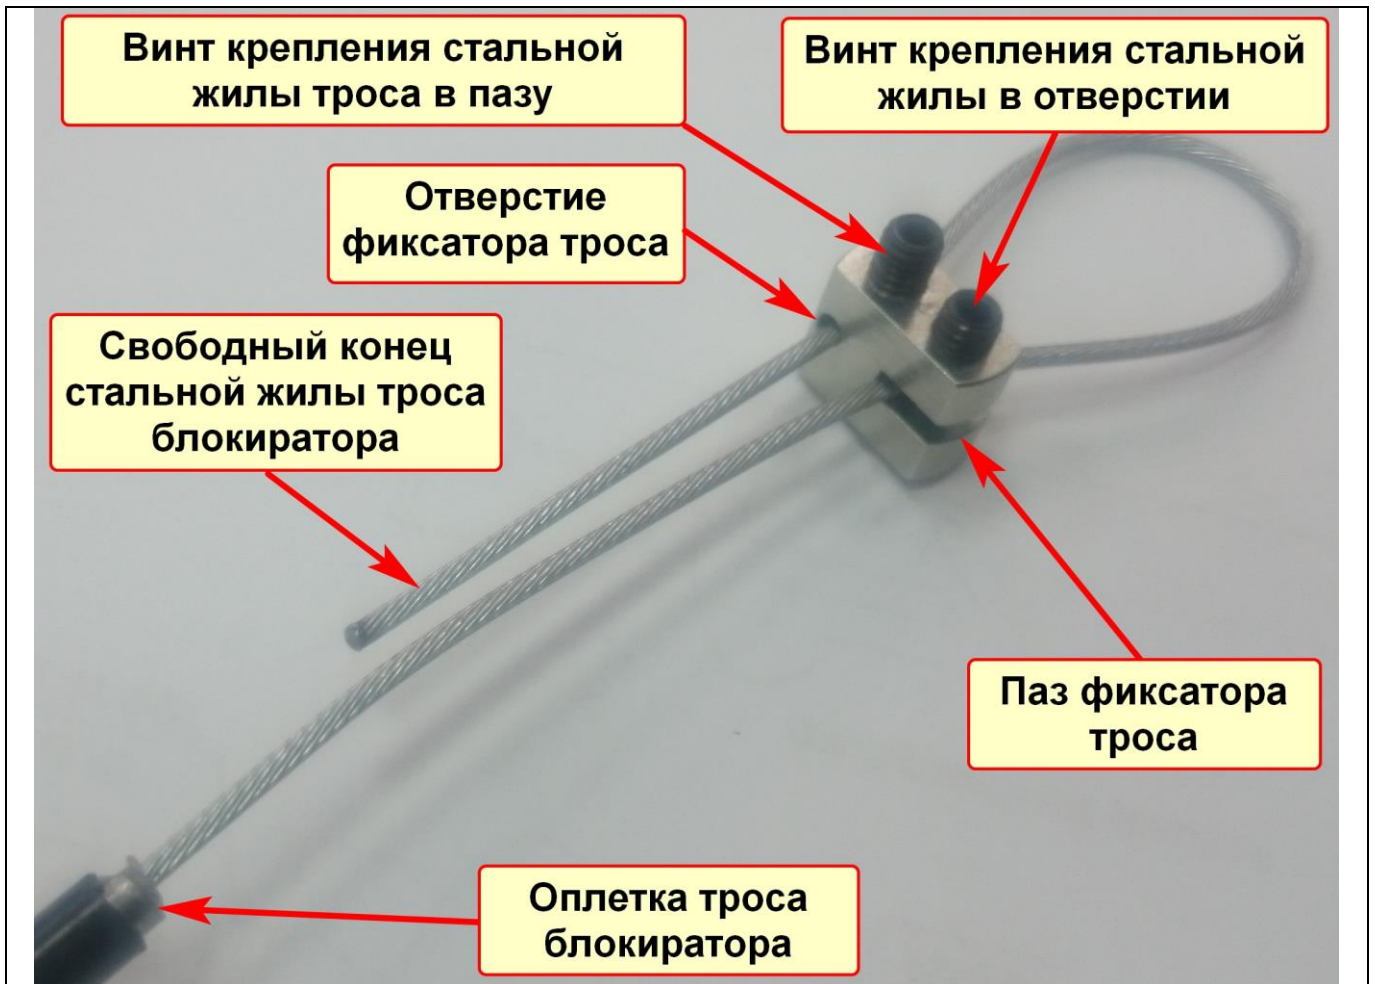

Рис. 8. Закрепление стальной жилы троса в петлю
- при формировании петли стальной жилы троса блокиратора, с использованием фиксатора троса (см. **Рис.8**), для удобства монтажа на блокируемом элементе и последующей регулировки, размещайте конец стальной жилы троса, ближний к оплетке, в пазу, зафиксировав предварительно винтом на фиксаторе троса, а дальний конец стальной жилы в отверстии фиксатора. Это существенно упростит подрезку длины стальной жилы троса, регулировку натяжки троса без демонтажа фиксатора троса;